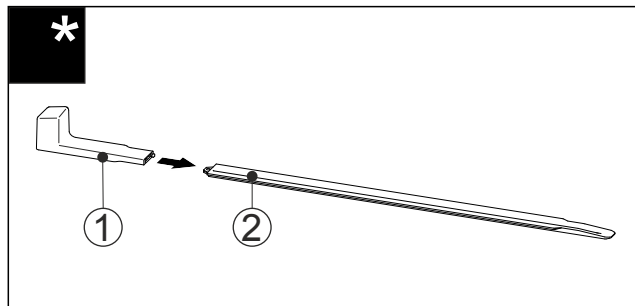

Fig. 54
- Sæt monteringsgrebet Fig. 54 (1) på nivelleringsskinnen Fig. 54 (2).